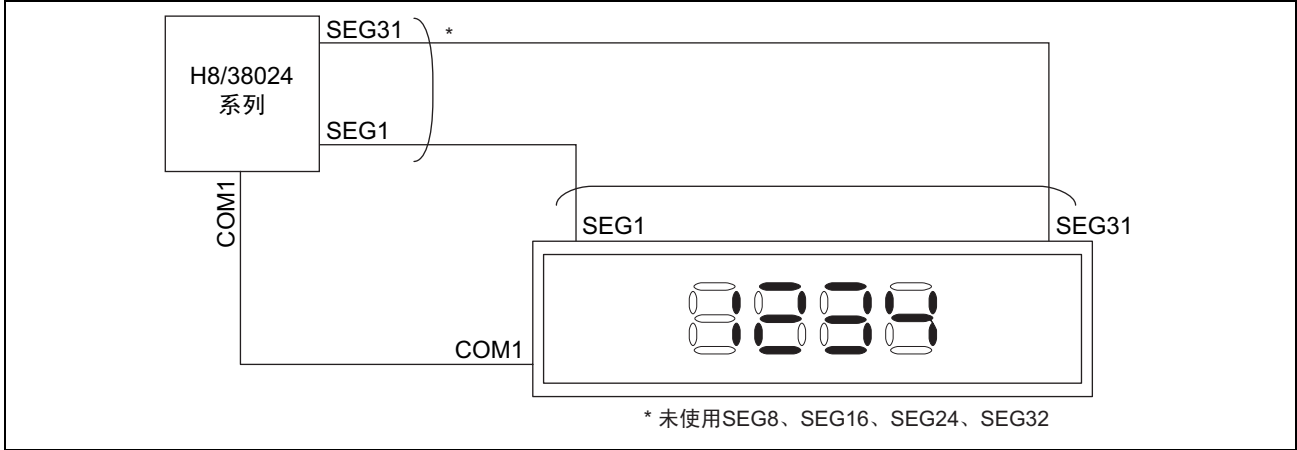

图 1 液晶显示的例子
- (1) 使用 H8/38024 系列的段型 LCD 控制电路、LCD 驱动器以及电源电路进行 LCD 显示。
- (2) 使用 1 个公共信号和 32 个段信号，以静态进行显示。
- (3) 本例子的液晶模块连接和液晶显示的例子如图 1 所示。